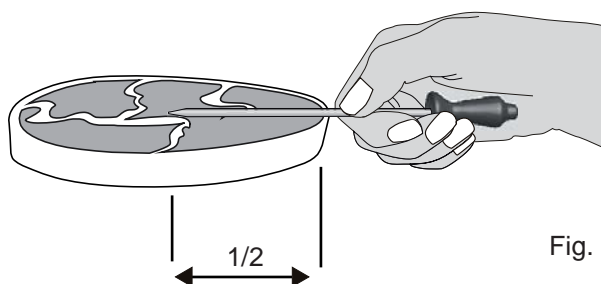

Fig. 3
- Pour le jambon ou l'agneau non désossé, insérez la sonde au centre de l'articulation ou du muscle situé le plus bas. Pour les mets comme les pains de viande ou les plats mijotés, insérez la sonde dans le centre des aliments. Pour trouver le centre des aliments, mesurez visuellement au moyen de la sonde (fig. 3). Lorsque vous faites cuire du poisson, insérez la sonde juste au-dessus des branchies.